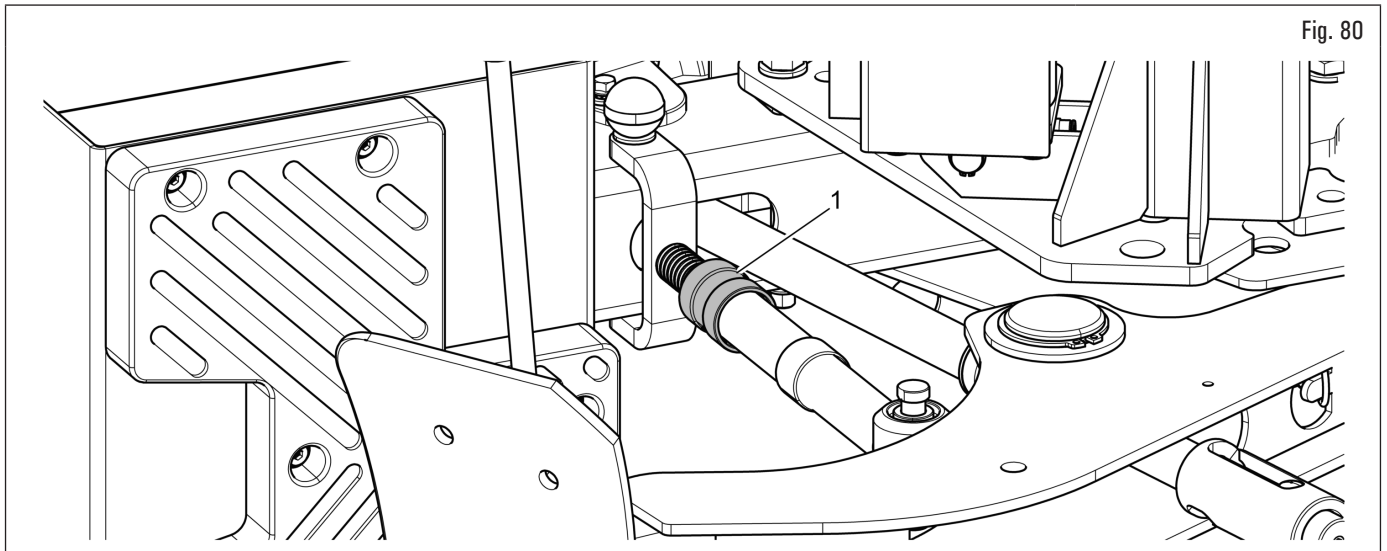

Fig. 80
2. regolare la corsa del limitatore di corsa stallonatore agendo sulla sua ghiera di regolazione (Fig. 80 rif. 1), in modo che la paletta possa penetrare oltre il bordo del cerchione per un'altezza pari all'altezza di un cuneo della prolunga premitallone;